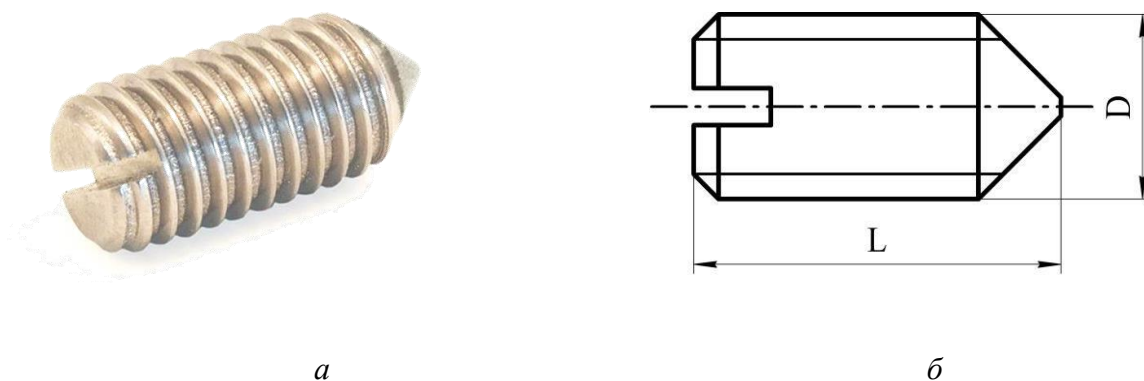

Рис. 1.14. Регулировочный винт измерительного прибора:
14. Пользуясь «Марочником сталей и сплавов», выбрать марку стали для изготовления регулировочного винта измерительного прибора высокого класса точности (рис.1.14). Производство приборов мелкосерийное.